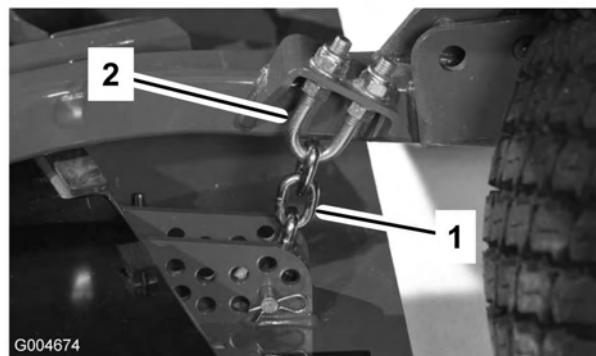

Figura 85
1. Desaperte as porcas de retenção na zona superior ou inferior da cavilha em U da correia da altura de corte (Figura 85).